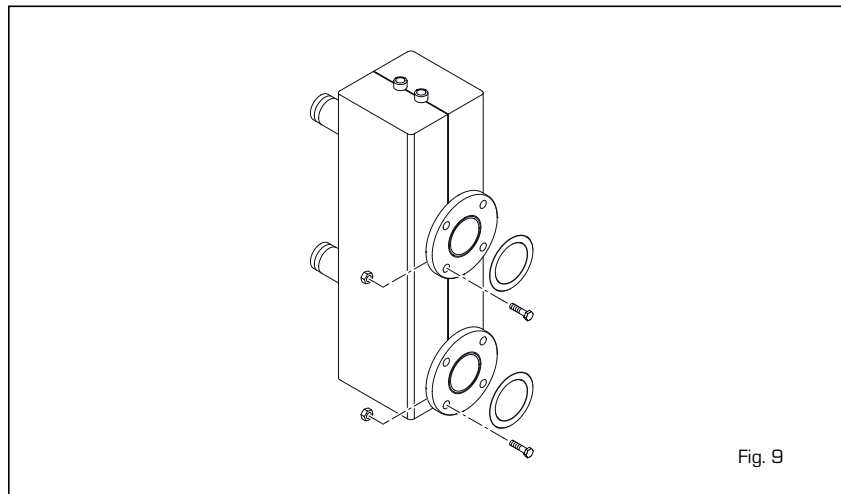

Fig. 9
Il compensatore idraulico viene fornito a richiesta in un kit cod. 8101550 completo di guarnizioni, dadi e viti di fissaggio (fig. 9). Il montaggio del compensatore è obbligatorio nei moduli **100-150 BOX (M)**.